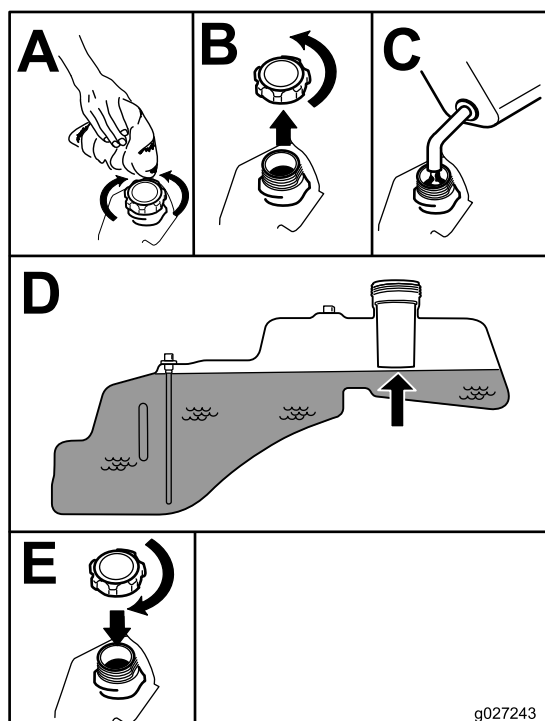

Figura 7
**Nota:** È possibile utilizzare l'indicatore di livello del carburante per controllare la presenza di benzina prima di procedere al riempimento del serbatoio (Figura 7).